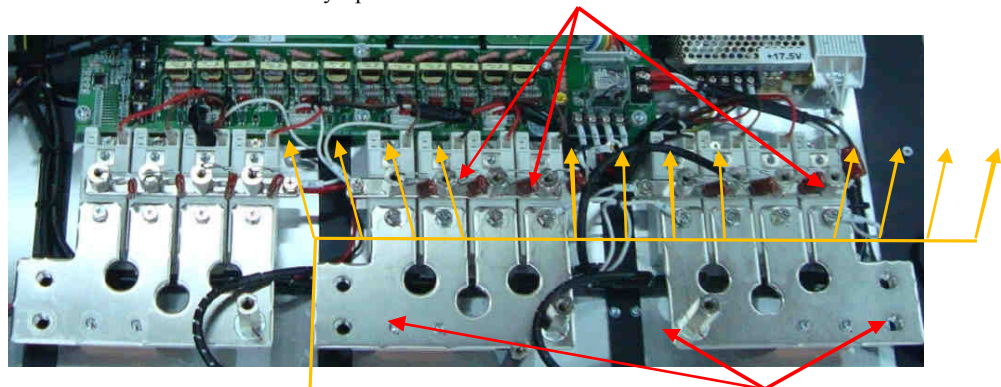

Рис. 4.9.
4.7.2.4. Проверить цепь управления тиристора каждого диодно-тиристорного модуля (12 шт.) в следующем порядке (см. рис. 4.9):